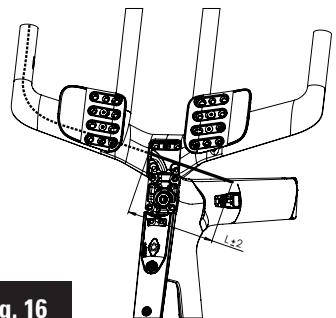

Fig. 16
- 1- Pase la vaina (A) por su manillar y colóquelo en su posición sobre la potencia.
- 2- Corte la vaina (A) à longueur (Fig. 16) :